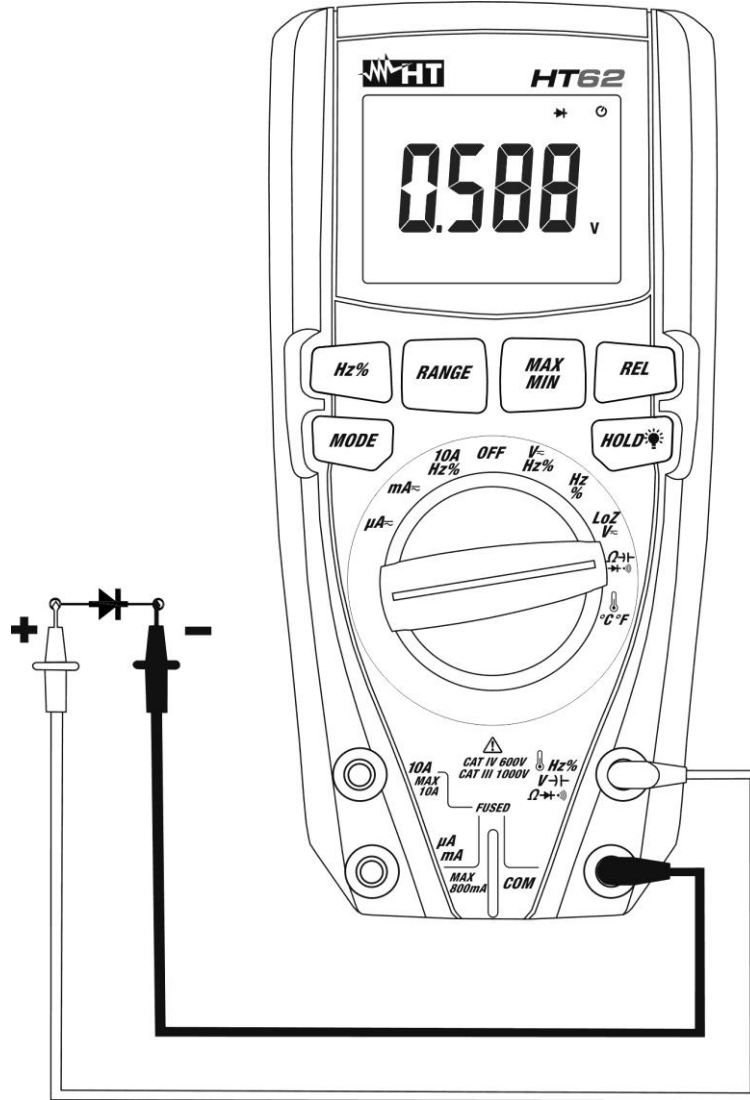

Fig. 7: Uso del instrumento para la Prueba de Diodos
4. Posicione las puntas en los extremos del diodo en examen (vea Fig. 7) respetando las polaridades indicadas. El valor de la tensión de umbral en polarización directa se muestra en pantalla
6. Si el instrumento muestra el mensaje "O.L" los terminales del diodo están invertidos respecto a lo indicado en Fig. 7 o bien la unión P-N del diodo está dañada